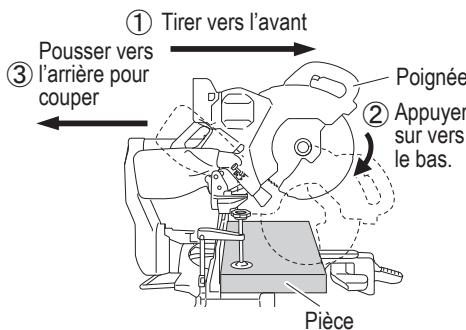

Fig. 36
Puis enfoncez la poignée et faire glisser la lame de scie en arrière pour couper la pièce comme indiqué à la Fig. 36. Cela facilitera la coupe des pièces d'une hauteur allant jusqu'à 4-3/16" (107 mm) et d'une largeur allant jusqu'à 12-1/4" (312 mm).
- Lors d'une coupe avec chariot, procéder comme indiqué à la Fig. 36.